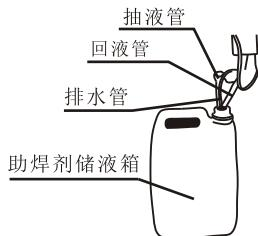
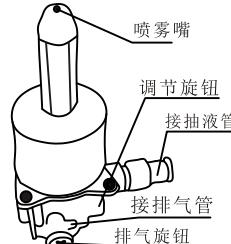

图1
图2
- 5、打开左下门，将准备好的5L(或其他规格)助焊剂储液箱(图1)放入柜内，打开助焊剂储液箱上封盖。分别将喷雾泵的抽液管、排液管放入助焊剂储液箱内。调整喷雾泵(图2)的调节旋钮控制好喷雾的大小。
首次使用时将三条管按图1所示连接，然后启动喷雾，如果1分钟内还喷不出雾气则调节排气旋钮如图2所示进行排空气，然后在锁紧排气旋钮。在喷不出雾气的情况下噪音相对较大属正常现象。